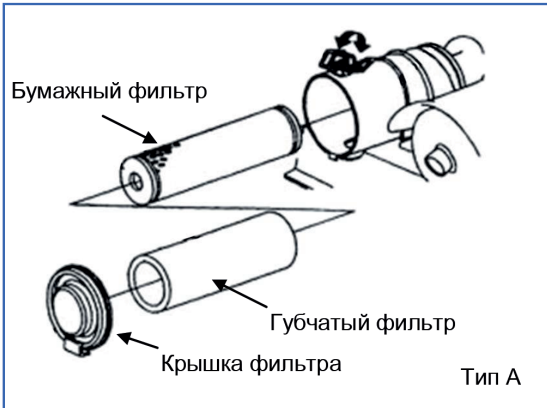

Рис. 24
**8.6. Обслуживание воздушного фильтра (рис. 24 - 25).**